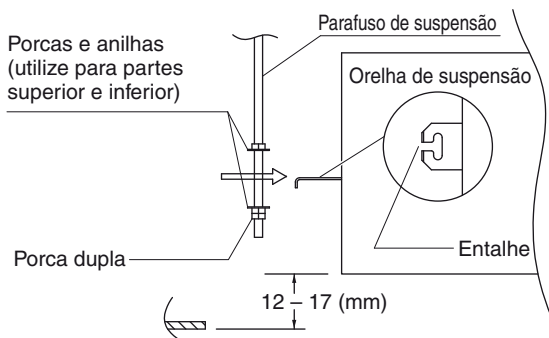

Fig. 3-5
- (3) Enrosque as 3 porcas hexagonais e 2 anilhas (fornecimento de campo) em cada um dos 4 parafusos de suspensão como mostrado nas Figs. 3-5. Utilize 1 porca e 1 anilha para o lado superior, e 2 porcas e 1 anilha para o lado inferior, de modo que a unidade não caia das orelhas de suspensão.
- (4) Ajuste de modo que a distância entre os fundos da unidade e do tecto seja de 12 a 17 mm. Aperte as porcas nas partes superior e inferior da orelha de suspensão.
- (5) Retire o polietileno de protecção utilizado para proteger as peças do ventilador durante o transporte.
- (6) Verifique com uma fita métrica ou nível de carpinteiro.